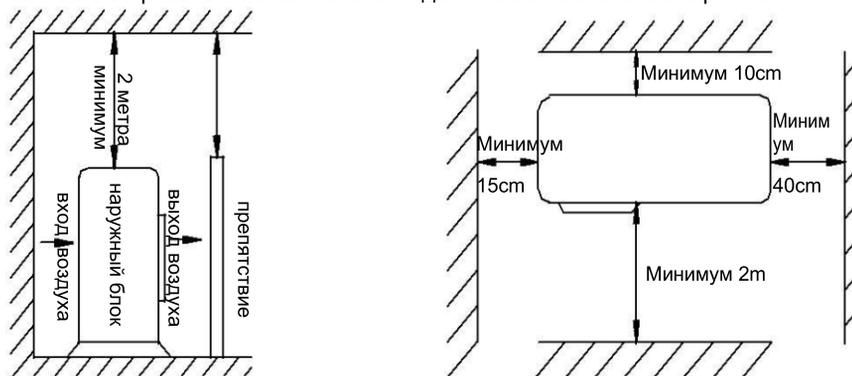

Рис.2
- Установочное расстояние обязательно должно соответствовать рис. 2.